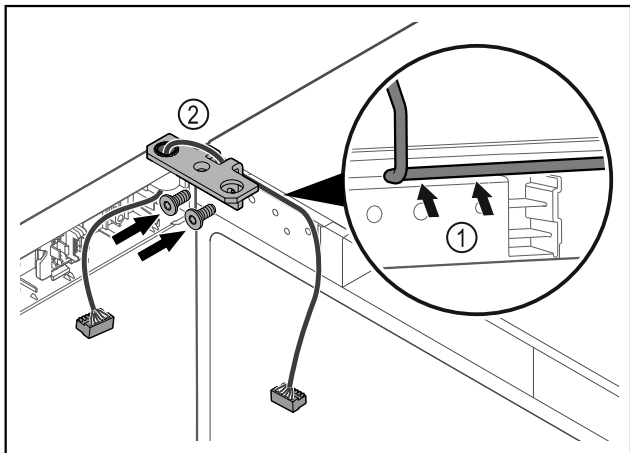

Fig. 39
- Pasar el cable por la escotadura de la escuadra de bisagra y tenderlo con cuidado Fig. 39 (1).
- Atornillar la escuadra de bisagra Fig. 39 (2).